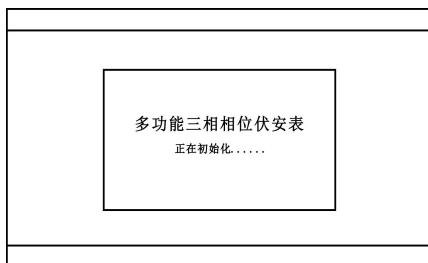
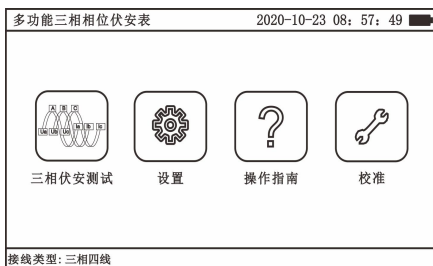

图 5（初始化界面）
图 6（主界面）
(1) 开机。仪表在关机状态下，按一下开机键，仪表上电，进入开机界面，如图 5 所示。初始化完成（约 5 秒）切换到主菜单界面。仪表开机进入主菜单界面后，只需点击相应的功能图标，就可以进入相应的功能选项（**校准功能属于我司校准人员使用，对用户不可用**）。如图 6 所示。